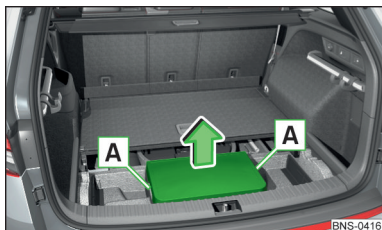

Abb. 331
- Die Batterieabdeckung an den Griffen **A** fassen und in Pfeilrichtung herausziehen » **Abb. 331**.